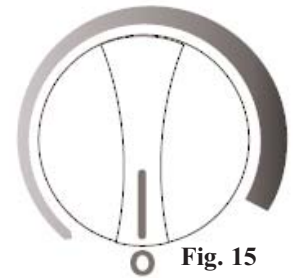

Fig. 15
- Para apagar el congelador (ninguna enfriamiento), gire la perilla de control a las "0" (apagado) posiciones. Vea Fig.15.